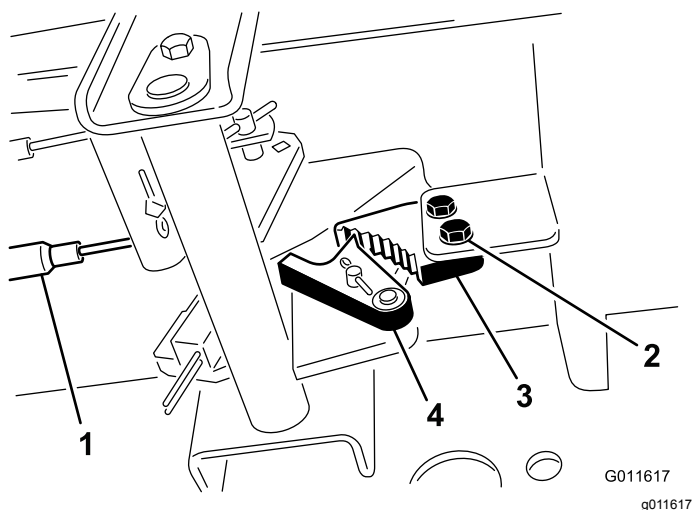

Figura 48
1. Solte os 2 parafusos que prendem a lingueta do travão de estacionamento à estrutura (Figura 48).
- Carregue no pedal do travão para a frente até o detentor do estacionamento engatar completamente na lingueta do travão (Figura 48).